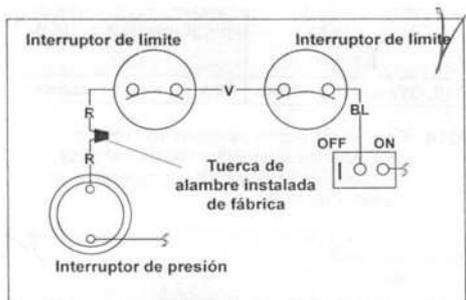

Figura 11 Cabeamento de caldeira Hayward antes da modificação
2. Retire a tuerca instalada de fábrica entre os dois cabos vermelhos identificados como "CONNECTION FOR FIELD INSTALLED CONTROL SWITCH" (conexão para switches instalados fora de fábrica) (ver Figura 11).